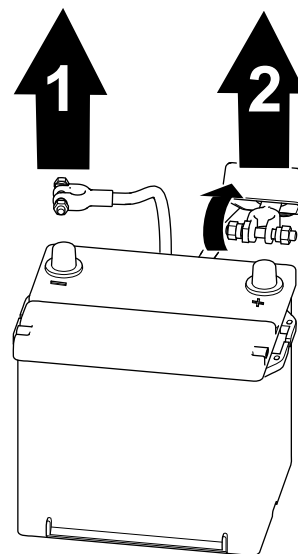

Figura 62
1. Rimuovete il cavo negativo della batteria dal polo della batteria (Figura 62).
2. Sollevate l'isolamento e rimuovete il cavo positivo della batteria dal polo della batteria (Figura 62).